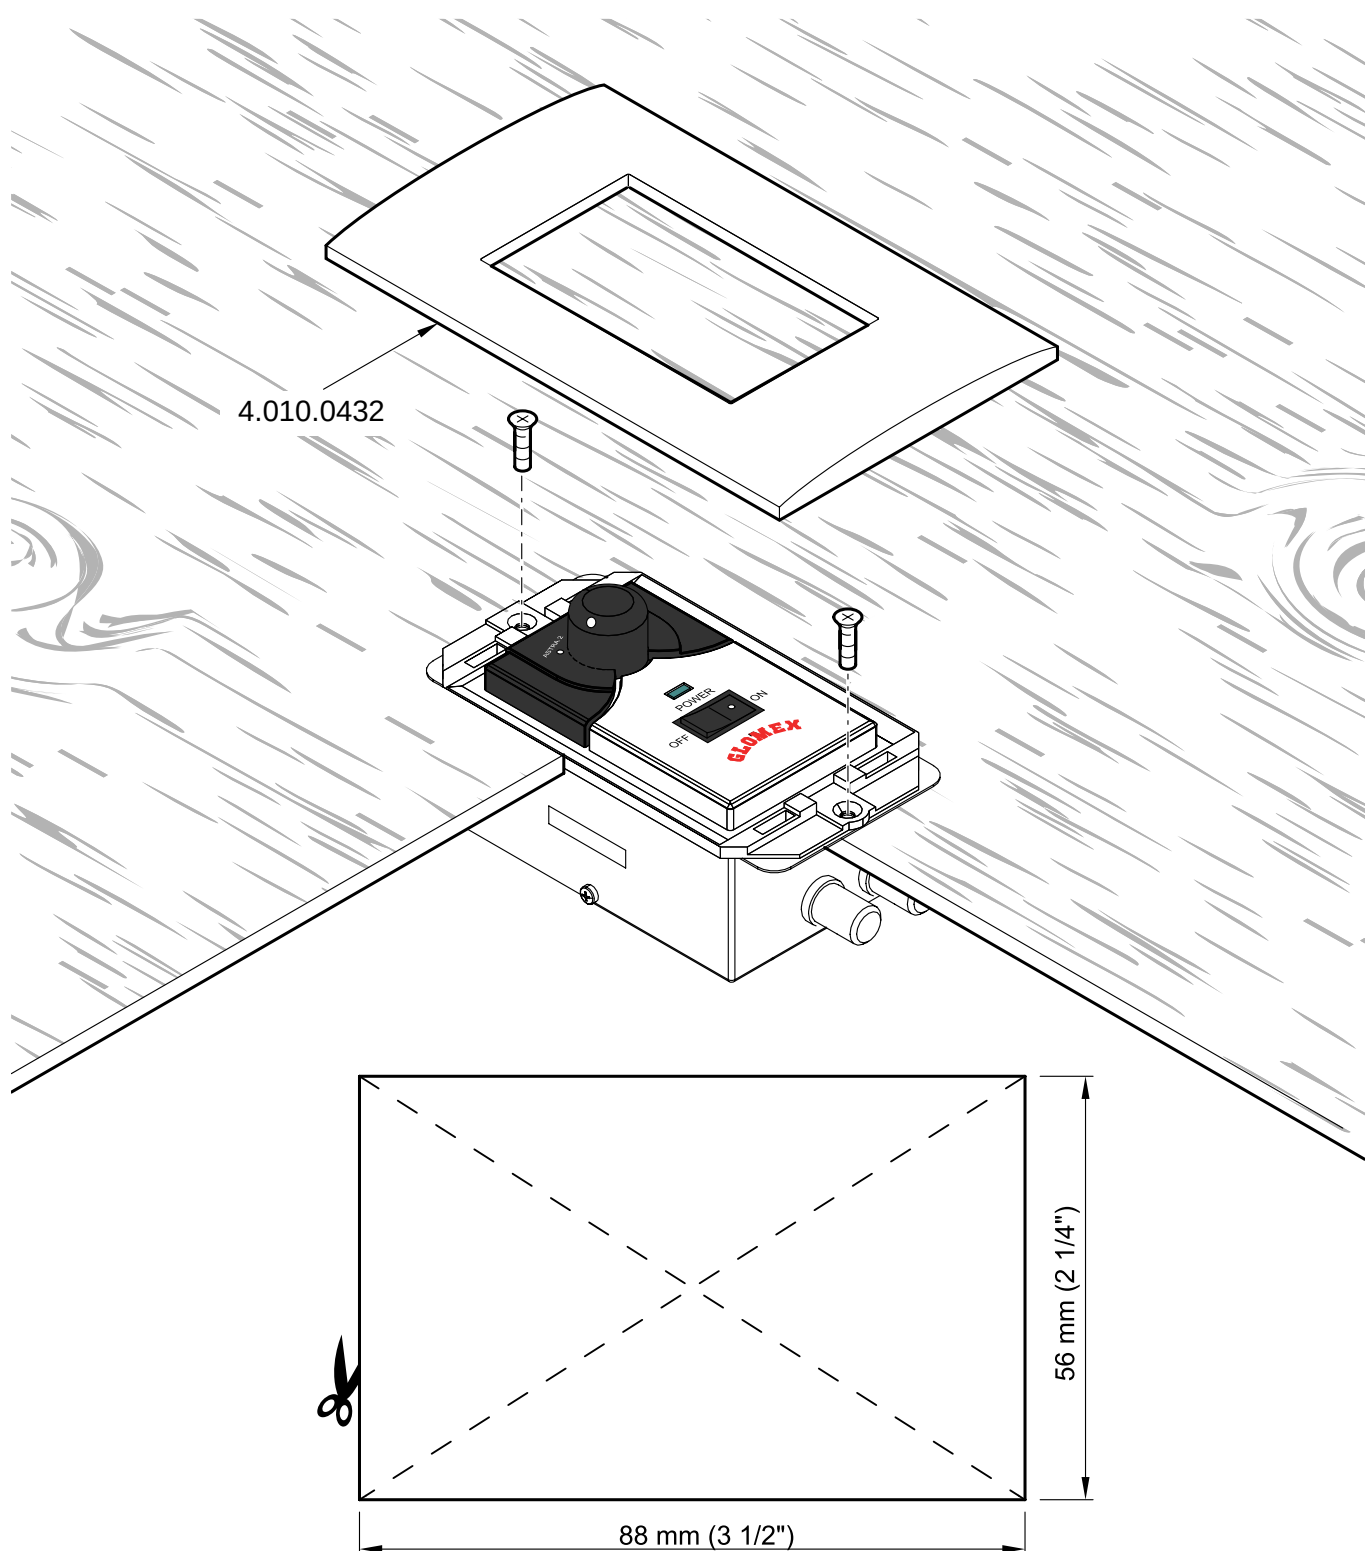

Fig. 20
7. In alternativa è possibile installare ad incasso l'unità di controllo utilizzando placche commerciali (a 3 moduli) oppure l'accessorio GLOMEX (non incluso: codice 4.010.0432, vedi **Fig. 20**) praticando un foro con un seghetto alternativo e utilizzando il trapano con punta da 2,5 mm (utilizzare la dima a pagina seguente per le corrette dimensioni).